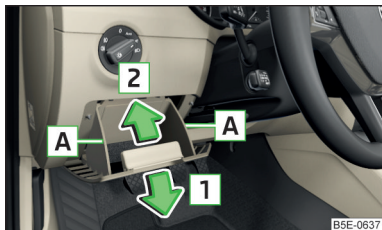

Fig. 325
- Agarrar el compartimento guardaoobjetos de lado en el área **A** y abrirlo tirando en el sentido de la flecha **1** (para abrir es necesaria mayor fuerza) » fig. 325.